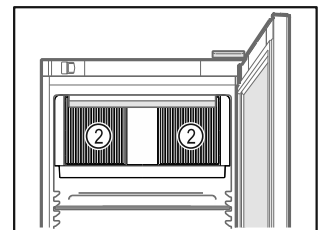

Fig. 71
- ❑ Дръжте вентилационните отвори Fig. 71 (2) на циркуляционния вентилатор във вътрешността свободни.